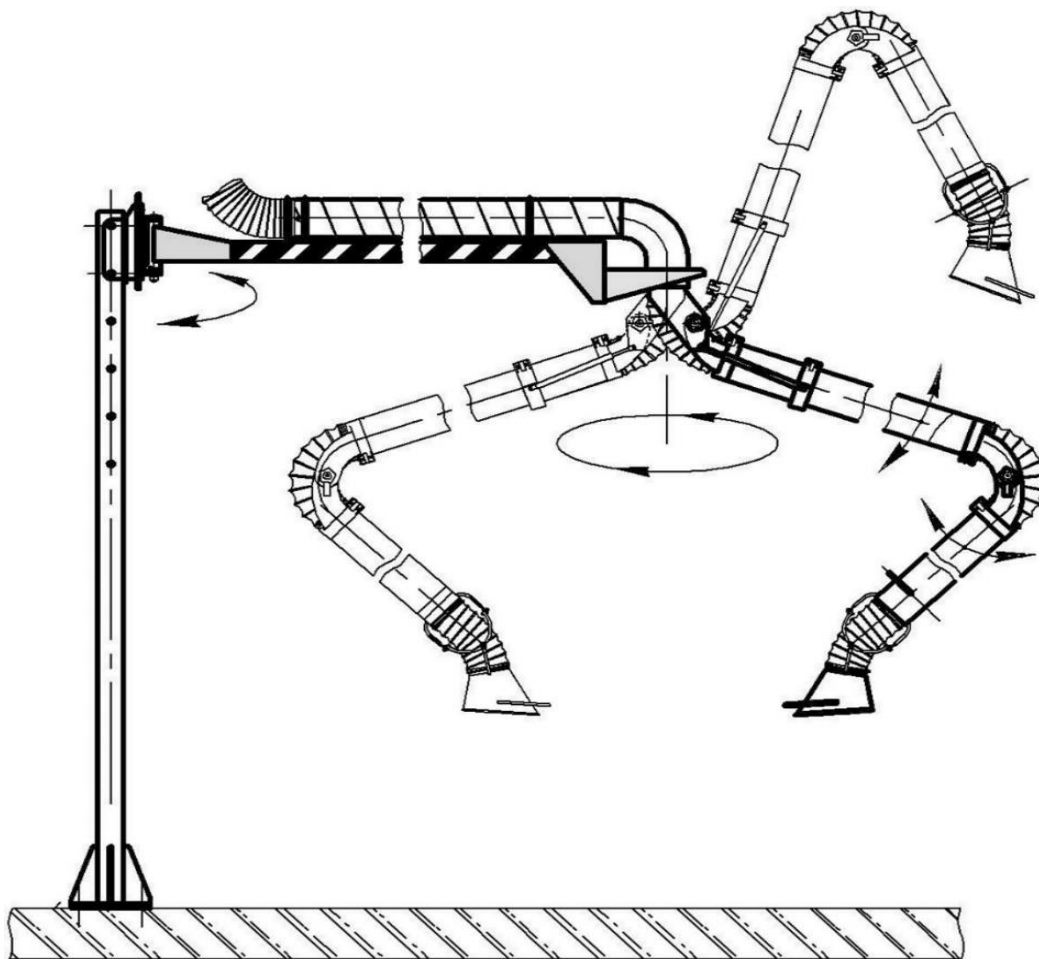

Рисунок 3
1.6.3 Поворотная балка может вращаться вокруг оси монтажной площадки на угол 180°, поворотный узел вытяжного устройства KUA-200-Н позволяет выполнять поворот вокруг вертикальной оси на 360°, для исполнений с подсветкой 330° (рисунок 3).